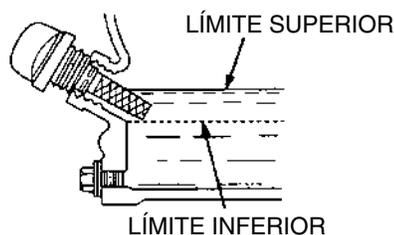

Figura 4. Varilla de nivel de aceite del motor
4. Si el nivel de aceite es bajo (Figura 4), llene hasta el borde del agujero de llenado de aceite con el tipo de aceite recomendado (Tabla 5). La capacidad máxima de aceite es de 0,63 cuartos (0,60 litros).